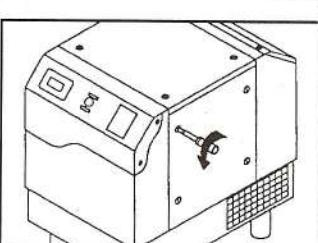

Fig. 16
- 2- Quitar tapas laterales. Únicamente hay que soltar los cuatro tornillos con los que están sujetadas cada una y extraerlas (figs. 16 y 17).